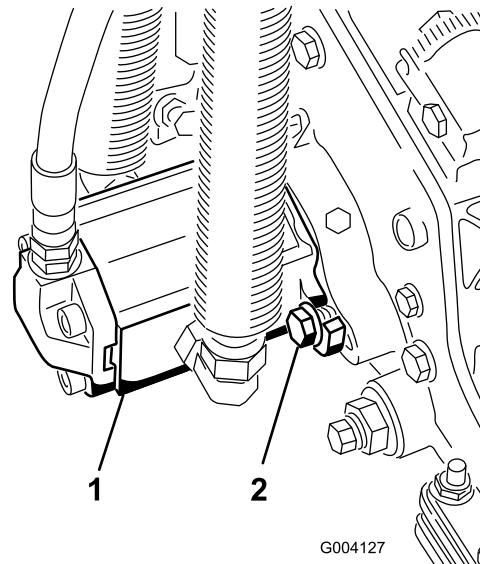

Figura 14
- Montate il motore ruotando in senso orario in modo che le flange del motore non tocchino i bulloni (Figura 14).